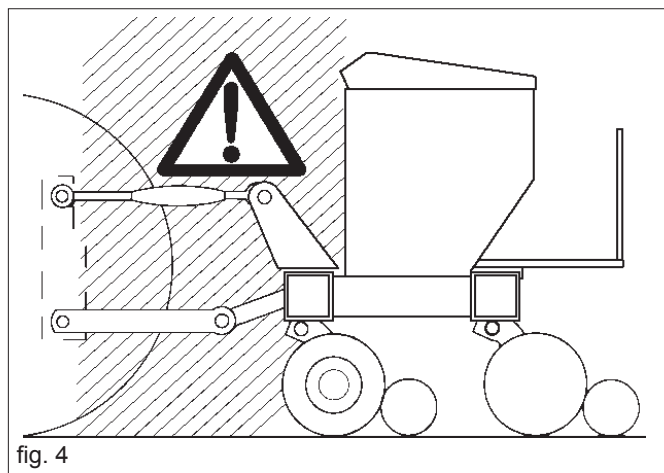

fig. 4
- 23) Es absolutamente prohibido colocarse entre el tractor y el gancho para mover el mando de elevación, desde el exterior. (Fig. 4).
- 24) Es absolutamente prohibido colocarse entre el tractor y el equipo (Fig. 4) mientras el motor esté encendido, no se encuentre accionado el freno de mano y no se haya colocado debajo de las ruedas, un cepo de las dimensiones adecuadas, que sirva como bloqueo.